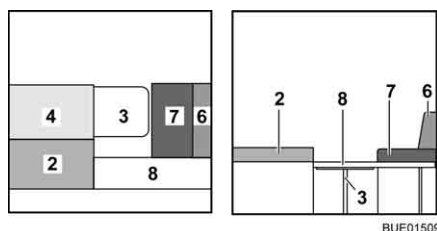

Bild 145 Under ombyggnaden
- Lägg ryggdynan (Bild 145,4) bredvid sittdynan (Bild 145,2).
- Fäll upp stödet till sängbreddningen (Bild 145,8) och häng sängbreddningen i fästena på sittbänken.